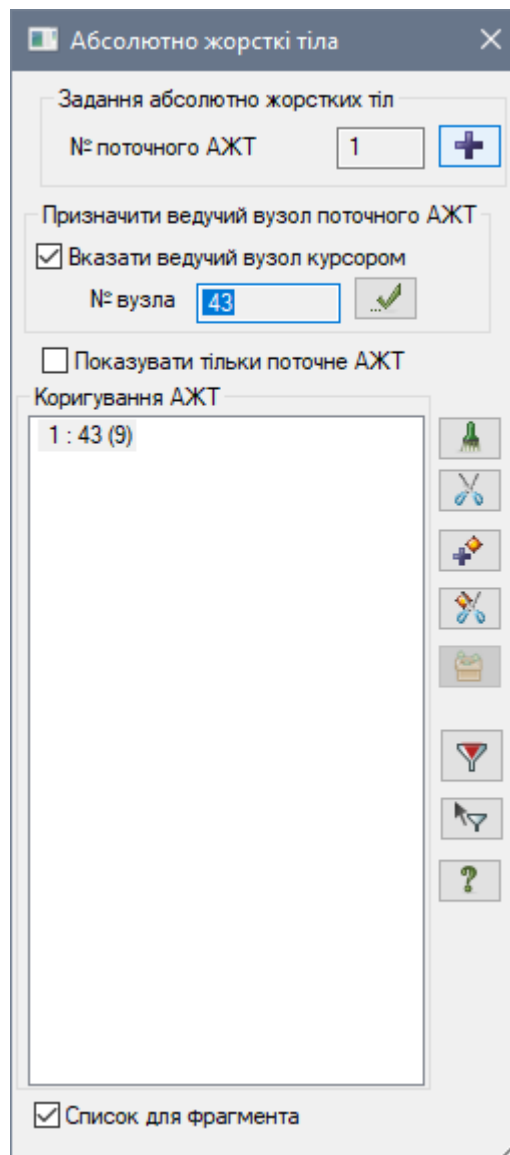

Рис. 9.9. Діалогове вікно Абсолютно жорсткі тіла
- Відкрийте діалогове вікно **Абсолютно жорсткі тіла** (рис. 9.9) натиснувши на кнопку  – **Абсолютно жорстке тіло** (панель **Жорсткості та в'язі** на вкладці **Створення та редагування**).